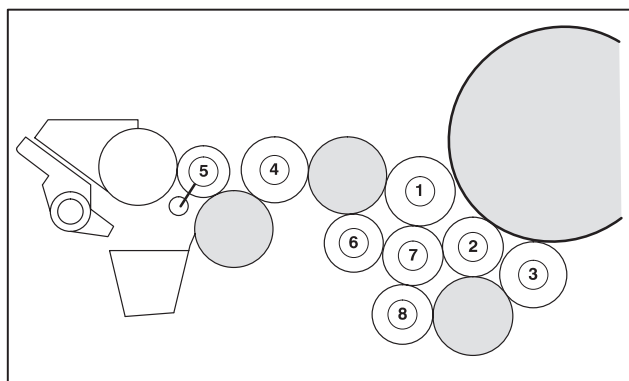

Рис. 31 Схема размещения валиков
- 1 Выньте 3-ий передаточный валик (Рис. 31/⑦), чтобы можно было контролировать полосы краски 1-го (①) и 2-го накатного валика (②) по отношению к растирочным валикам.